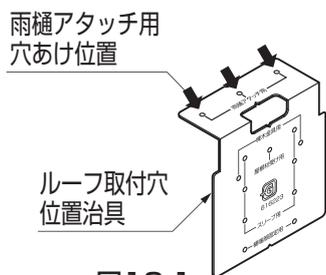

図13-1
- ①ルーフ取付穴位置治具を樋にあて、ケガキ、ドリルで水抜き穴φ36と雨樋アタッチメント取付穴φ3.5をあけてください。(図13-1、図13-2参照)
- ②縦樋カバー受け、フレームカバーをそれぞれ60mm切断してください。
- ③縦樋をH24は2139mm、H29は2594mmに切断してください。